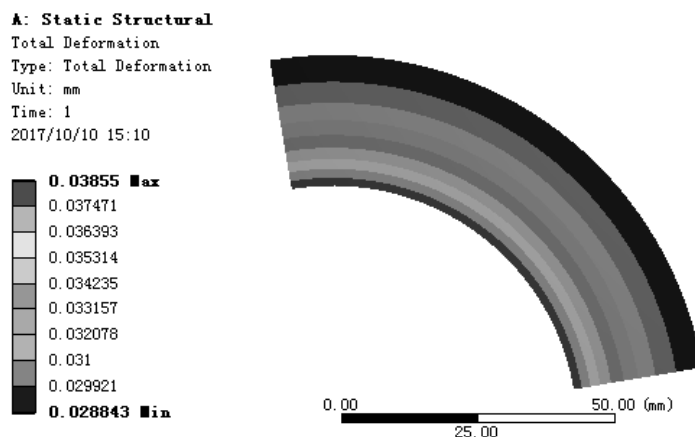

图 7.5.43 位移变形结果图解
(1) 求解分析。在顶部工具栏中单击  **Solve** 按钮求解分析。
(2) 查看位移变形结果图解。在“Outline”窗口中选中  **Total Deformation**，查看图 7.5.43 所示的位移变形结果，其最小位移为 0.028843 mm，其最大位移为 0.03855mm。